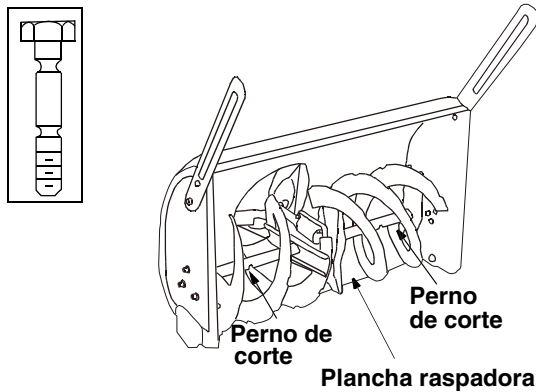

Figura 22
Las hélices están aseguradas al eje de la espiral mediante dos pernos de corte y contratueras hexagonales. Si usted golpea un objeto extraño o se atasca con hielo, el expulsor de nieve está diseñado de manera que los pernos hexagonales se cortarán. Vea la Figura 22.
- Para extraer la plancha raspadora, extraiga la zapata deslizante y el resto de la ferretería incluyendo pernos de carro, arandelas belleville y tuercas hexagonales que fijan la plancha raspadora al bastidor de la limpiadora de nieve. Vea la figura 22 para la ubicación de la plancha raspadora.